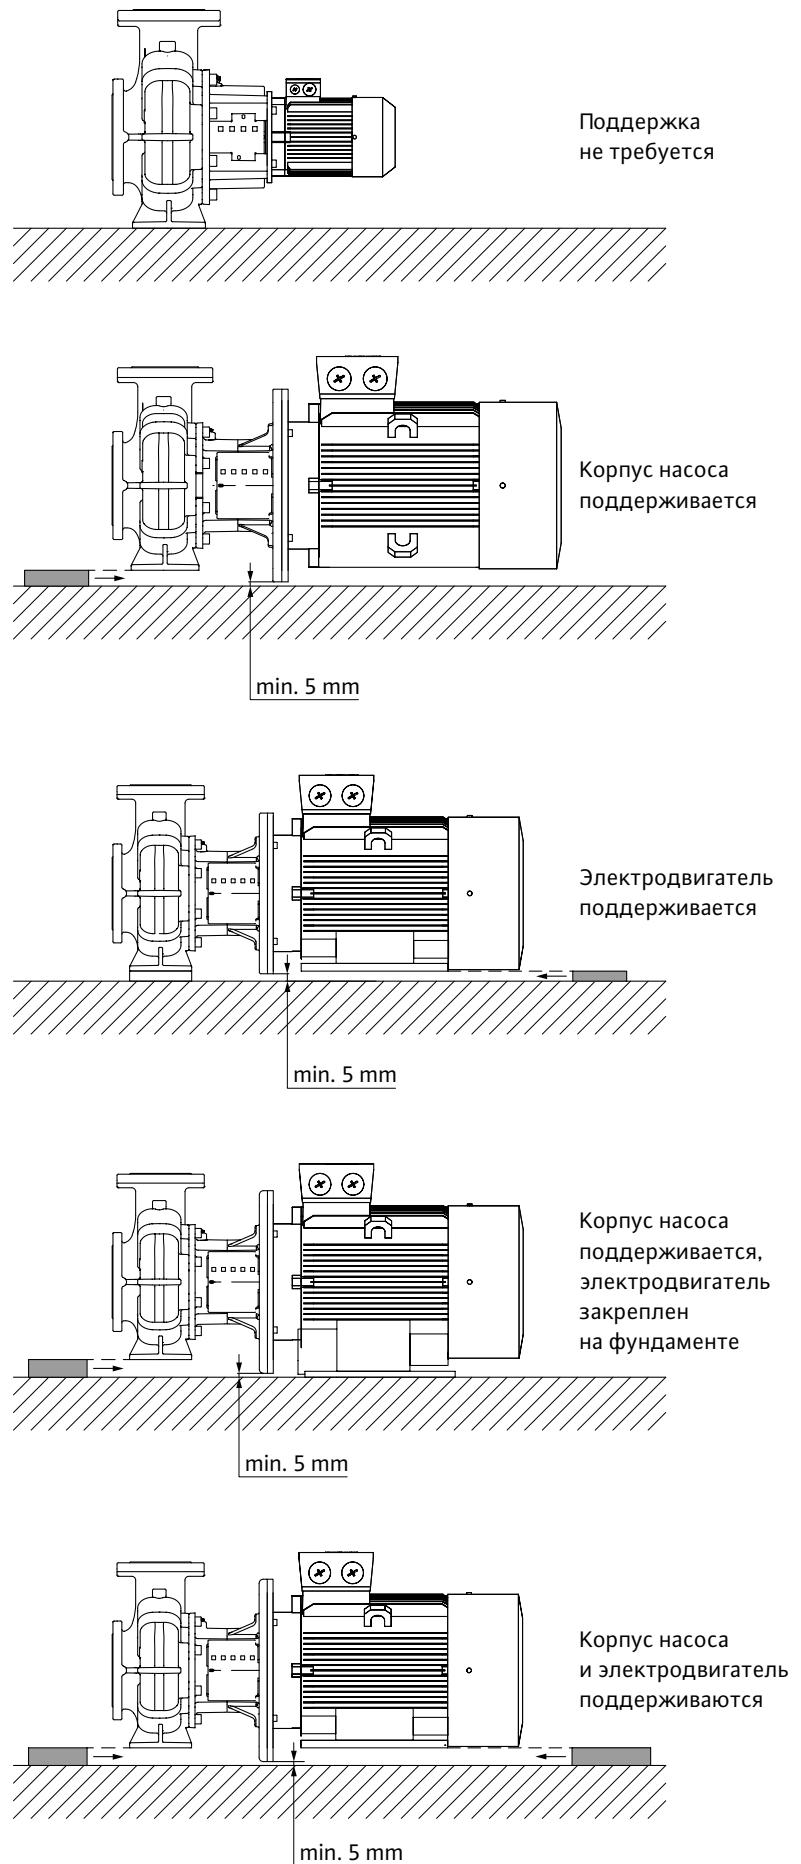

Рис. 14. Примеры монтажа *BL*
- В насосах типа BL необходима поддержка электродвигателя, начиная с мощности электродвигателя 18,5 кВт, см. примеры монтажа насоса BL (Рис. 14).